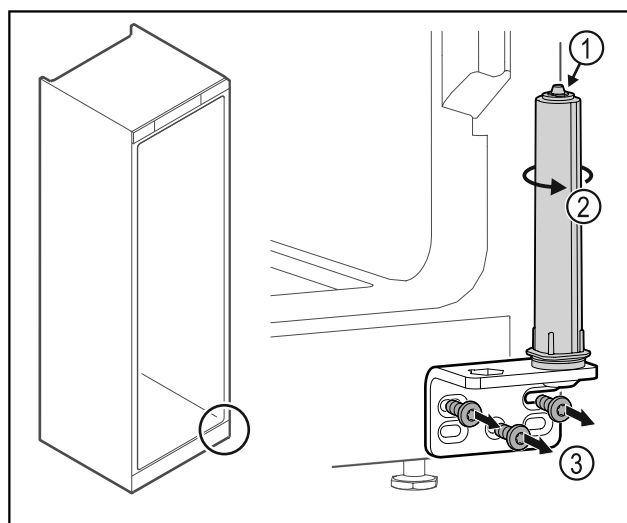

Fig. 24
- Du må ikke adskille dørlukkesystemet Fig. 24 (1).
- Drej lukkesystemet Fig. 24 (2), indtil det klikker.
- Skru hængselvinklen Fig. 24 (3) af.